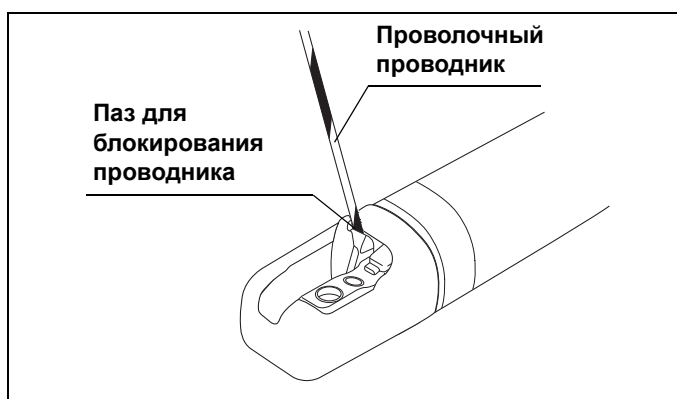

Рисунок 4.11
- 3** Когда из дистального конца эндоскопа вышел только проволочный проводник, медленно переместите рычаг управления подъемником до упора в направлении метки «◀U» до момента ощущения сопротивления оператором (центральное блокирование, Рисунок 4.11).